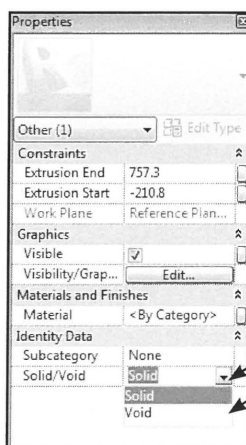

Fig. 04.38. Marker objektet og gå i *Properties* og ændre formen til en *Void*.
- Marker objektet og skift fra *Solid* til *Void* i *Project Browseren* (Fig. 04.38).